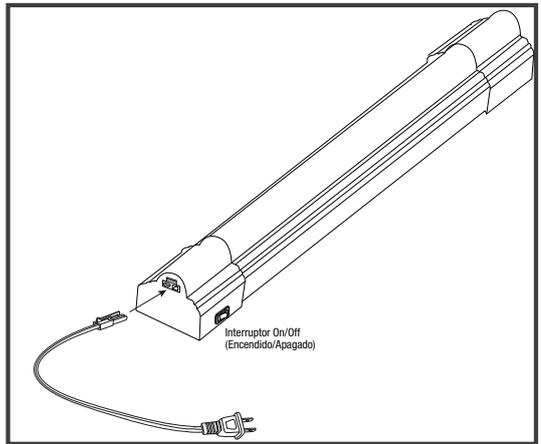

Figura 3
Paso 4: Conecte el cordón de alimentación: Conecte el cordón de alimentación de 5 pies (1.5 metros) en el accesorio. Vea la Figura 3. Enchufe el cordón de alimentación en un tomacorriente conectado a tierra de un circuito de 15 Amp. Se puede encender o apagar la luz usando el interruptor basculante incorporado en el cordón. **Advertencia: No oculte el cordón de alimentación dentro de una pared, techo, cielo raso, gabinete de cocina u otra estructura permanente similar. No instale el cordón de alimentación a través de agujeros en las paredes, techos o pisos.**